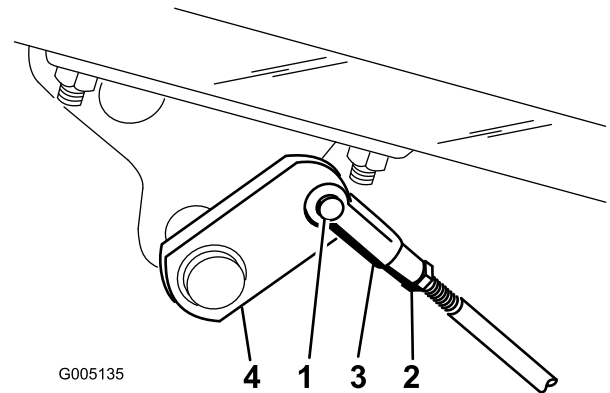

Bild 57
2. Klemmen Sie, wenn die Bremsen nicht gleichmäßig blockieren, die Bremsstangen ab, indem Sie den Splint und den Lastösenbolzen entfernen (Bild 57).
3. Lockern Sie die Klemmmutter und stellen den Lastösenbolzen entsprechend ein (Bild 57).
4. Bringen Sie den Lastösenbolzen am Bremsbügel an (Bild 57).